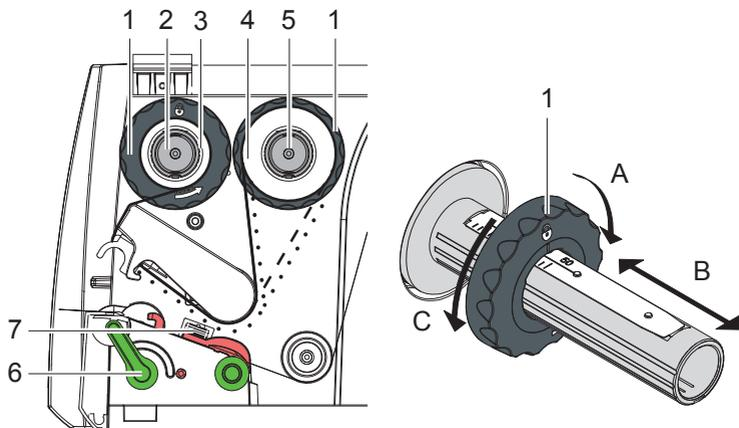

Рис. 12 Ход трансферной плёнки Рис. 13 Регулировка ограничителя
5. Отрегулируйте положение ограничителя полей на намотчике на ширину сердечника плёнки (3) и наденьте сердечник плёнки на намотчик (2).
6. Проведите трансферную пленку через печатающий узел, как показано на рис. 12.
► **Проденьте переводную пленку через датчик этикеток (7).**
7. Закрепить начало пленки с помощью клейкой ленты в центральном положении на сердечнике для пленки (3). Обратите внимание, чтобы направление вращения намотчика было против часовой стрелки.
8. Поверните намотчик (2) против часовой стрелки, чтобы выровнять подачу ленты.
9. Прижмите головной уголок и поверните рычаг (6) по часовой стрелке, чтобы заблокировать печатающую головку.